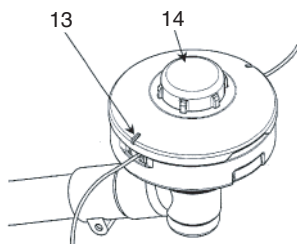

Fig. 8
Si la marque de limite d'usure (13) sur le boîtier n'est plus visible ou qu'il y a un trou au bas (14) du bouton, changez immédiatement les nouvelles pièces. (Fig. 8)